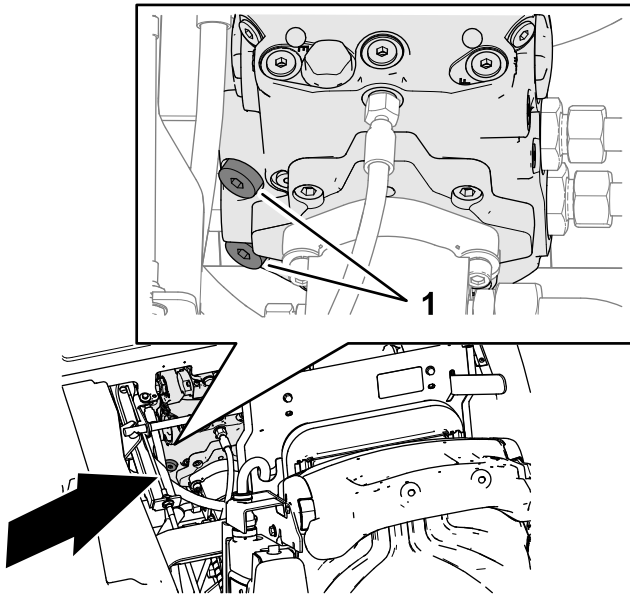

Bild 37
1. Verwenden Sie einen 8 mm Innensechskant-schlüssel, um die beiden Innensechskantstopfen für die Entlastungsventile der Getriebepumpe um drei volle Umdrehungen gegen den Uhrzeigersinn zu drehen (Bild 37).